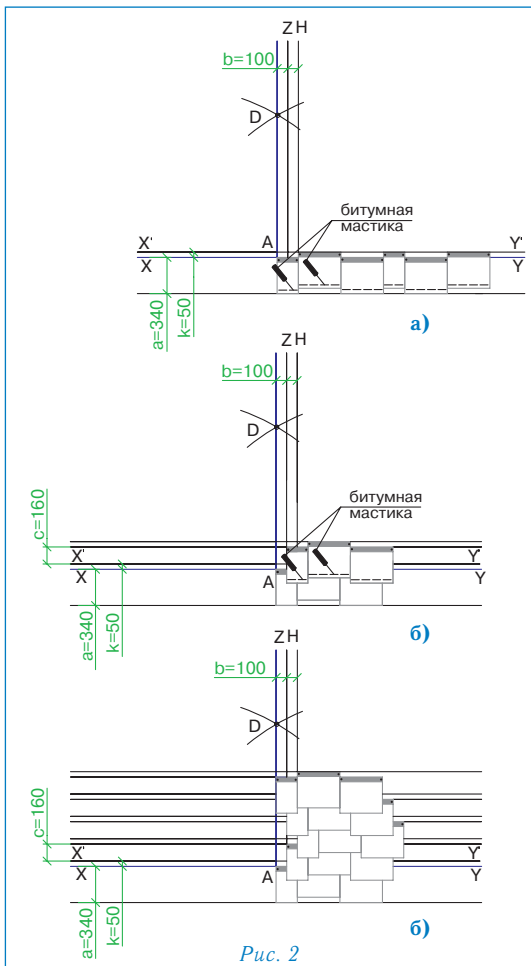

Рис. 2
Укладка материала (рис. 2)
- Укладка черепицы начинается от линии AD, при этом верхний край листов выравнивается по линиям XY и X'Y' (рис. 2а);
- листы укладываются встык и фиксируются двумя гвоздями на расстоянии 2,5 см от верхнего края (рис. 2а), по нижнему краю черепица фиксируется битумной мастикой;
- листы второго ряда черепицы укладываются от линии Z, их верхний край выравнивается по линиям, параллельным XY; каждый лист фиксируется двумя гвоздями (рис. 2б);
- третий ряд укладывается от линии H, четвертый — от линии Z, пятый — от линии AD, (рис. 2в);
Каждый лист ПРЕСТИЖ ЗОДЧИЙ ЦИНК-ТИТАН крепится двумя гвоздями, в соответствии с рекомендациями, приведенными выше (рис. 2б).